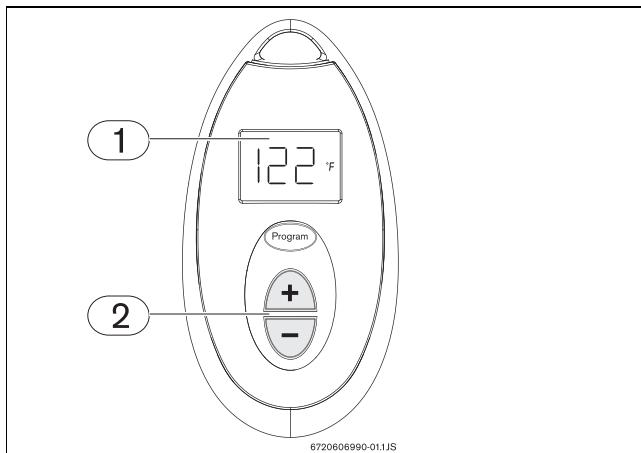
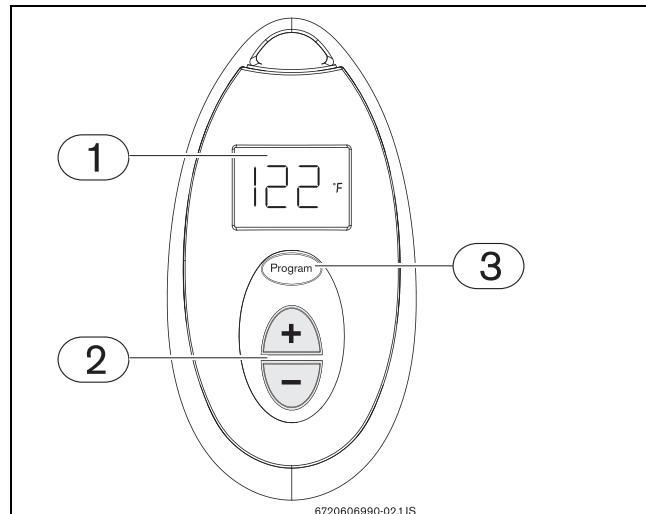

Рис. 7 Регулировка температуры
Рис. 8 Сохранение в памяти температуры воды
- Нажимайте кнопки \oplus или \ominus на ПДУ (рис. 7, поз. 2), пока на дисплее ПДУ не появится необходимая температура (рис. 7, поз. 1).
- Нажимайте кнопки \oplus или \ominus на ПДУ (рис. 7, поз. 2), пока на дисплее ПДУ не появится необходимая температура (рис. 8, поз. 1).
- Теперь можно сохранить в памяти эту температуру, нажав кнопку программирования на ПДУ (рис. 8, поз. 3) в течение 3 с.